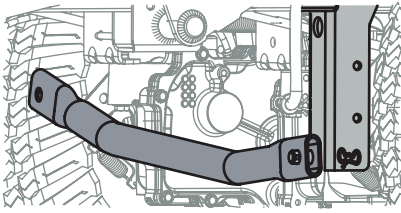

Figure 45
- b. Enlevez la goupille fendue sur le côté gauche de la barre qui la retient au support du châssis (Figure 45).